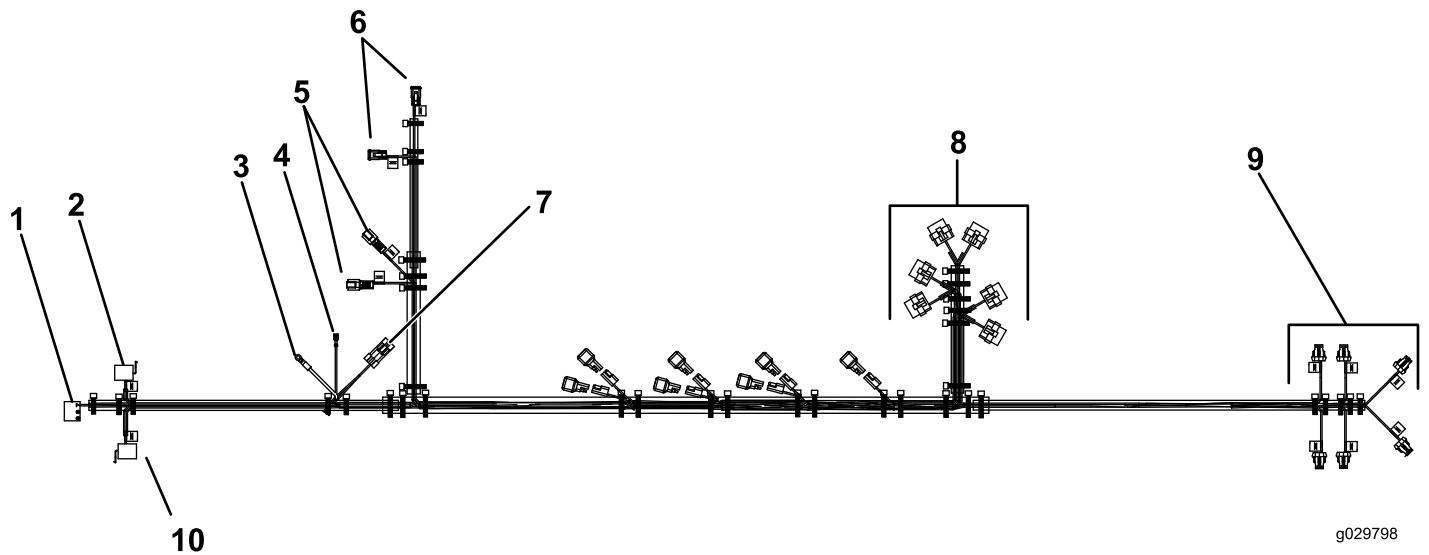

図 31
2. ワイヤハーネス図 30と図 31を以下の場所に取り付ける